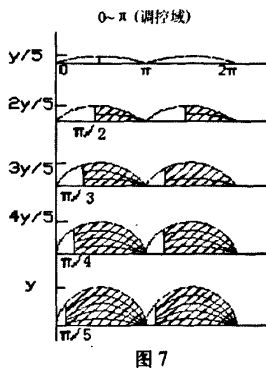

图7
(3) 分级自动变相位控制数学模型(见公式5)及控制波形(见图7)